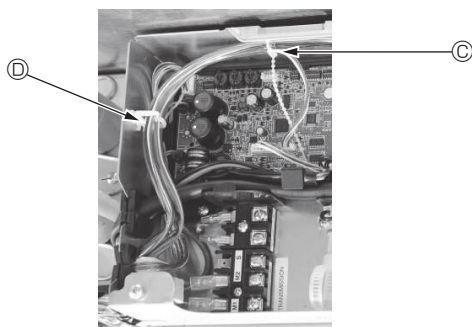
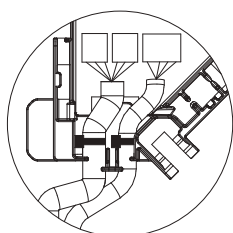

Fig. 5-15
Fig. 5-16
- **Placez les excès de fils de jonction du Capteur i-see et du récepteur de signal dans le boîtier des composants électriques dans le crochet pour fils, comme indiqué sur le schéma, et groupez les fils à l'aide de la fixation. (Fig. 5-15)** Veillez à ce que le ruban qui maintient les fils de jonction du Capteur i-see et du récepteur de signal soit bien positionné à l'intérieur de la boîte de raccordement. (Fig. 5-16)